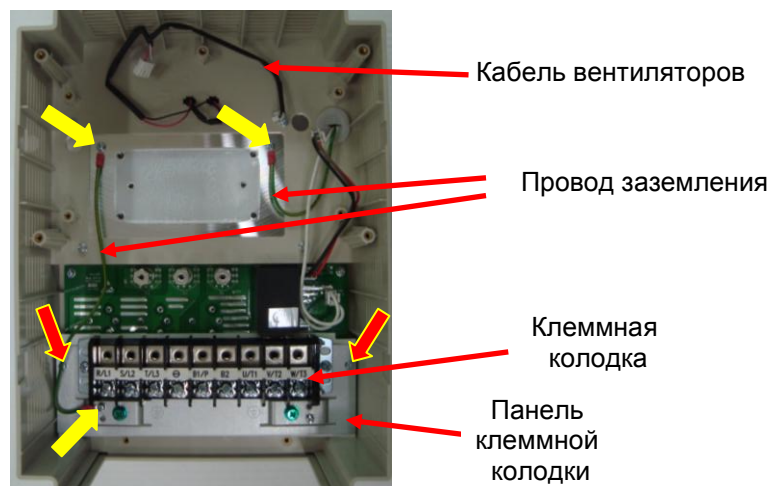

Рис. 6.10
6.5.1. Выкрутить три винта крепления проводов заземления (желтые стрелки, рис. 6.10).
6.5.2. Выкрутить два винта крепления панели клеммной колодки (красные стрелки, рис. 6.10), демонтировать ее вместе с клеммной колодкой и убрать в тару.